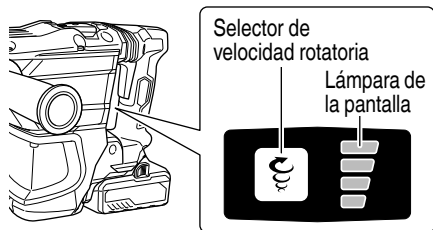

Fig. 17
5. Regulación de número de rotaciones e martilleo (Fig. 17)